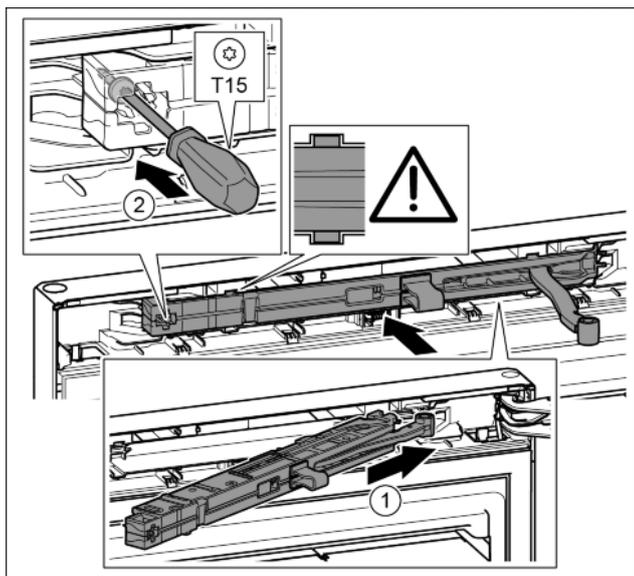

Fig. 44
- ▶ Gurnite jedinicu prigušivača zatvaranja na strani podloška ležaja do graničnika koso u otvor. Fig. 44 (1)
- ▶ Odvijačem T15 čvrsto pritegnite vijak. Fig. 44 (2)